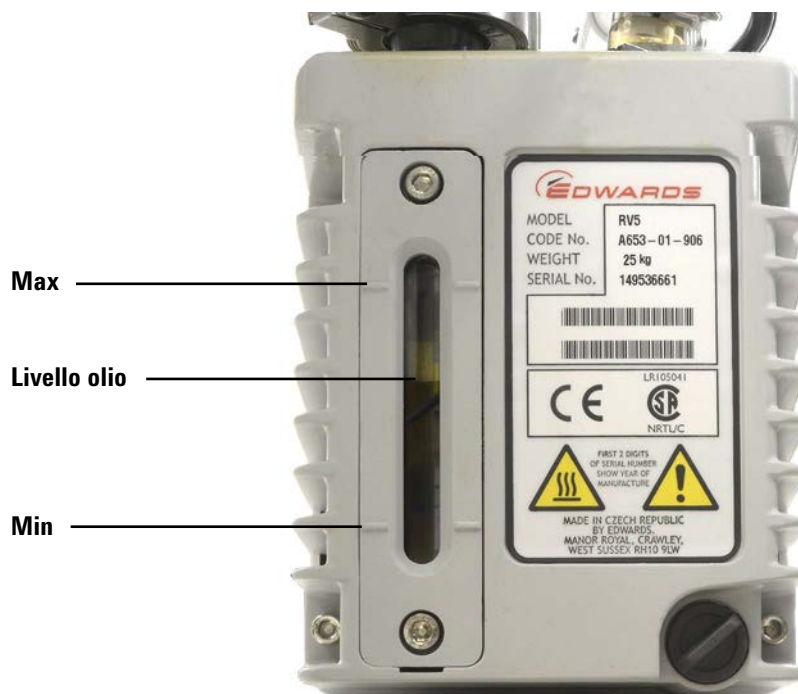

Figura 16 Controllo del livello dell'olio
- 4** Aggiungere nuovo olio alla pompa fino a raggiungere, ma non superare, la marcatura Max a fianco della finestrella d'ispezione. Vedere la Figura 16 a pagina 80.
- 6** Aggiungere nuovo olio alla pompa fino a raggiungere, ma non superare, la marcatura Max a fianco della finestrella d'ispezione. Vedere la Figura 16 a pagina 80.